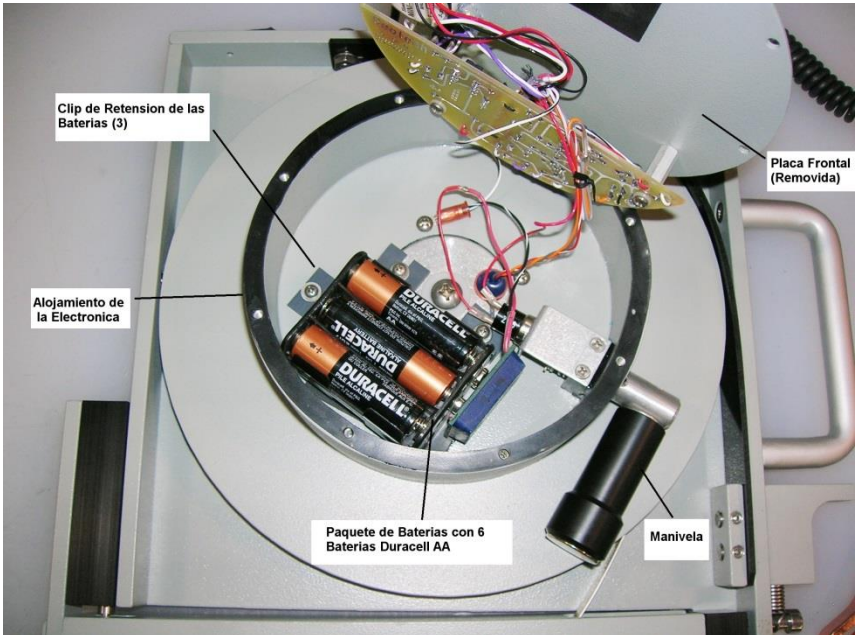

Figura 3-1 – Ubicación de las baterías de la Interface Probe
2. Cuidadosamente remueva la cubierta y pónganla de lado (no tire de los cables). La Figura 3-1 muestra la ubicación de las baterías dentro de la cubierta eléctrica.